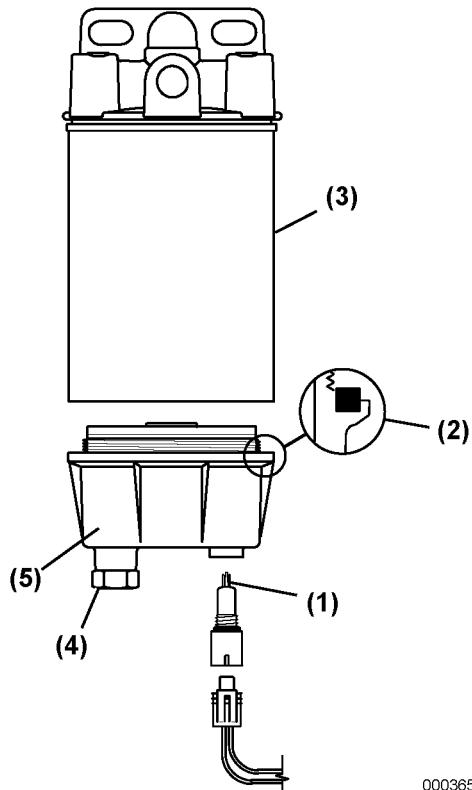

Figura 6
3. Allentare il tappo di spurgo (**Figura 6, (4)**) nella parte inferiore del separatore dell'acqua / filtro del combustibile e scaricare eventuale acqua o sedimenti.
4. Staccare il connettore del sensore dell'acqua (**Figura 6, (1)**).
5. Girare la vaschetta del filtro (**Figura 6, (5)**) in senso antiorario per rimuoverlo.
7. Pulire la vaschetta del filtro. Ispezionare la sonda del sensore dell'acqua (**Figura 6, (1)**) per eventuali danni, se presente. Ispezionare la tenuta della vaschetta (**Figura 6, (2)**).
8. Lubrificare la tenuta in cima alla nuova cartuccia (**Figura 6, (3)**) e installare.
9. Lubrificare la tenuta della vaschetta del filtro (**Figura 6, (2)**) e installarla (**Figura 6, (5)**). Girare a mano in senso orario per serrarla.
10. Controllare che il tappo di spurgo (**Figura 6, (4)**) sia ben serrato.
11. Collegare il connettore del sensore dell'acqua (**Figura 6, (1)**) se presente.